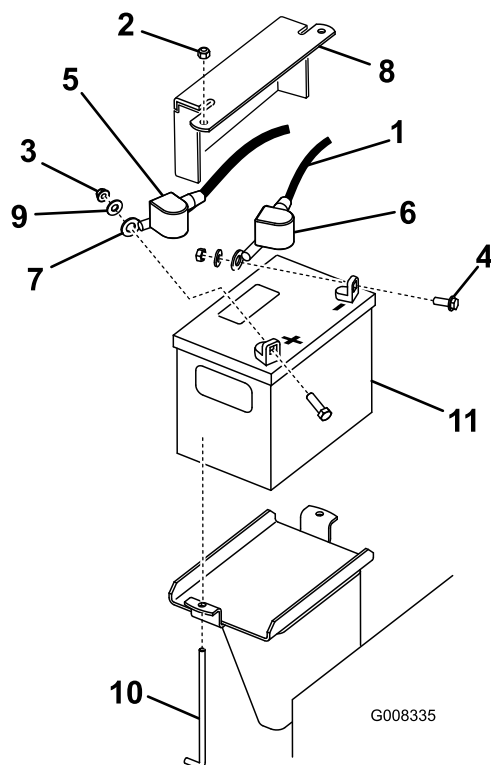

Figura 43
3. Levante la cubierta de goma negra del cable negativo. Desconecte el cable negativo del borne negativo (-) de la batería (Figura 43).
4. Retire la cubierta de goma roja del borne positivo (rojo) de la batería. Luego retire el cable positivo (rojo) de la batería (Figura 43).
5. Retire la pletina de sujeción, los pernos en J y las contratuercas que fijan la batería (Figura 43). Retire la batería.
1. Usando las fijaciones que retiró anteriormente, conecte el cable positivo (rojo) al borne positivo (+) de la batería (Figura 43).
3. Usando las fijaciones que retiró anteriormente, conecte el cable negativo (negro) al borne negativo (-) de la batería (Figura 43).
4. Sujete la batería con la barra y las tuercas de orejeta (Figura 43).